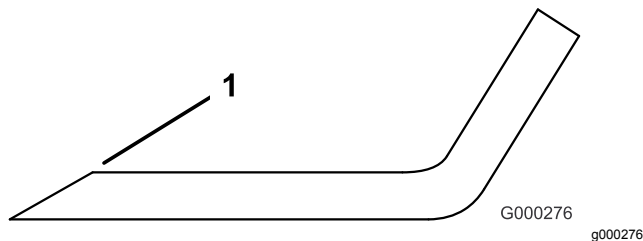

Figure 82
1. Au moyen d'une lime, aiguissez les tranchants à chaque bout de la lame (Figure 82).